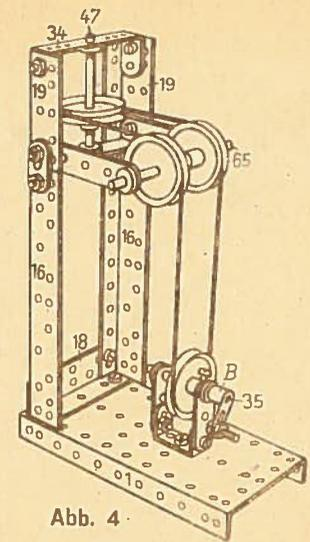

Abb. 4
- Abb. 4 Winkelschnurantrieb mit Umlenkrollen